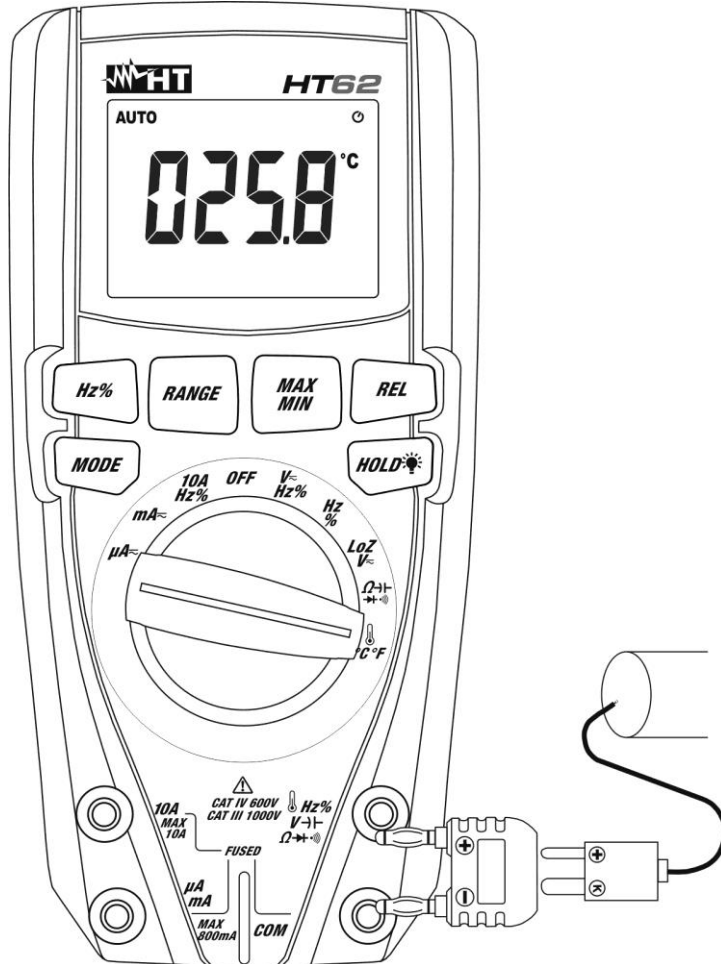

Fig. 9: Mesure de température
3. Insérer l'adaptateur fourni dans les bornes d'entrée $\text{Hz}\% \text{V} \rightarrow \Omega \rightarrow \text{+}$) (polarité +) et **COM** (polarité -) (voir Fig. 9)